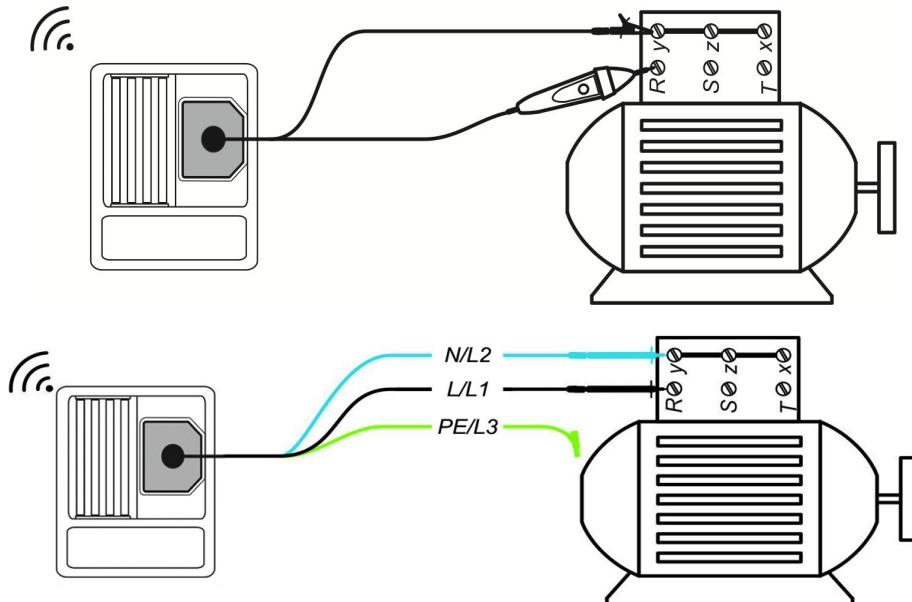

Abbildung 5.11: Anwendung der optionalen Commander-Prüfspitze und 3-Leiter-Prüfleitung
- Kontaktieren Sie die Prüfleitungen an das Prüfobjekt (siehe Abbildung 5.11).